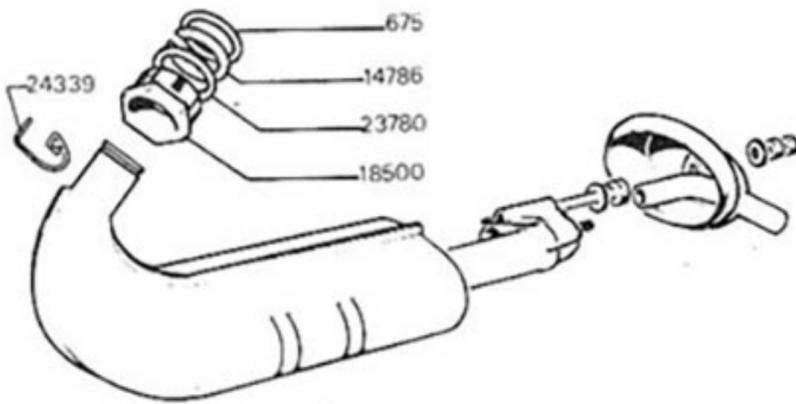

FIGURE 18
- Échanger les joints à chaque démontage. Le joint aluminium 23780 entre l'écrou et le clip doit aussi être remplacé (Fig. 18).
- Monter les écrous d'échappement avec de la pâte Loctite formétanch référence 1947 (Fig. 18).